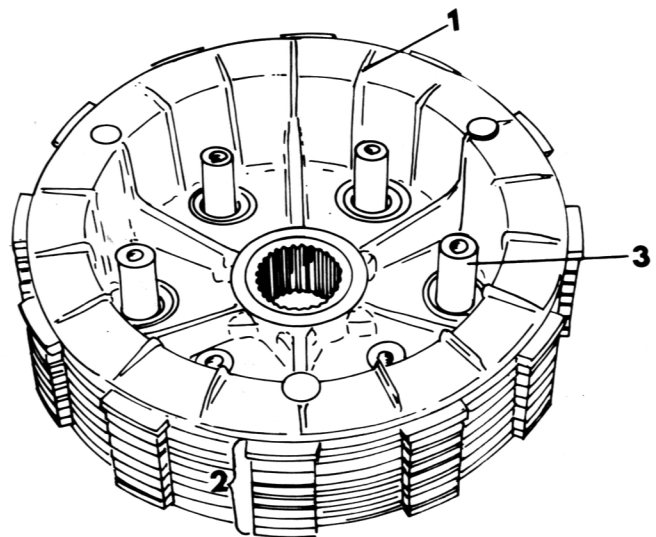
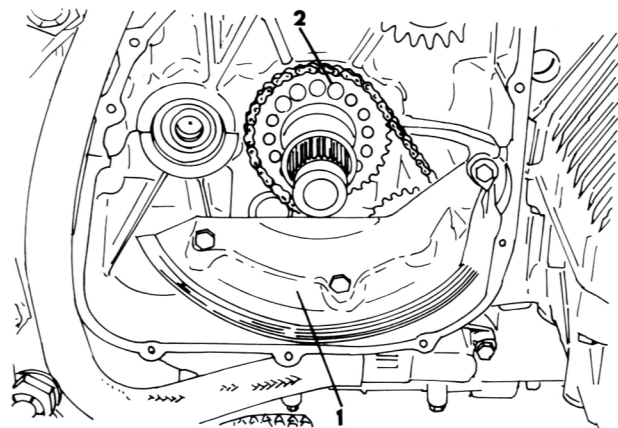

Bild 61
Bild 62
- Unter Bezug auf Bild 61:
- Die Kupplungsmittentrommel (1) entfernen.
- Die Scheiben A und B und die Platte A entfernen (2).
- Die Druckplatte (3) entfernen.
- Ölführungsblech («1» in Bild 62) ausbauen.
- Ölpumpenantriebs- und Abtriebskettenrad und die Kupplungsaussentrommelführung entfernen («2» in Bild 62).